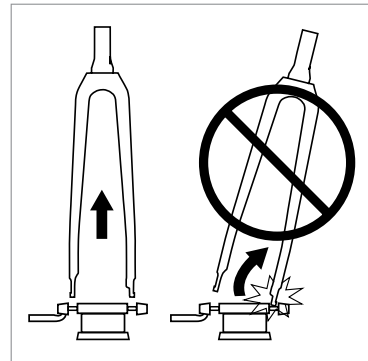

Abbildung 9
- Um das Fahrrad herauszunehmen, heben Sie die Gabel gerade nach oben, damit die Ausfallenden sich gleichmäßig lösen. Wenn Sie das Fahrrad beim Herausnehmen aus dem Träger verkannten, können die Ausfallenden beschädigt werden (Abb. 9).